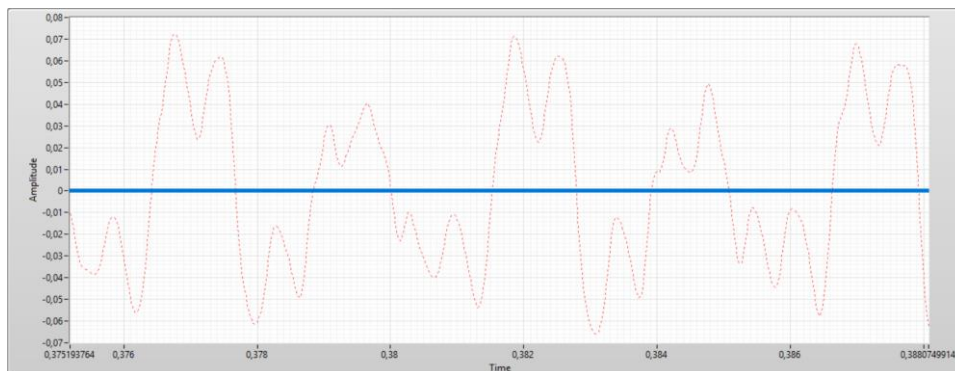

Fig. 4.4 –Em vermelho, tem-se o sinal analógico com amplitude máxima de 70 mV e em azul, o sinal após a conversão, com LSB = 100 mV.
- (a) **Resoluções Baixas:** É o caso em que o LSB é maior do que a máxima amplitude do sinal analógico. Nesta situação, o sinal analógico adquirido não será “percebido” pelo ADC, como ilustrado na Fig. 4.4. Neste caso, todas as tensões do sinal analógico são endereçadas para o mesmo código binário no conversor.